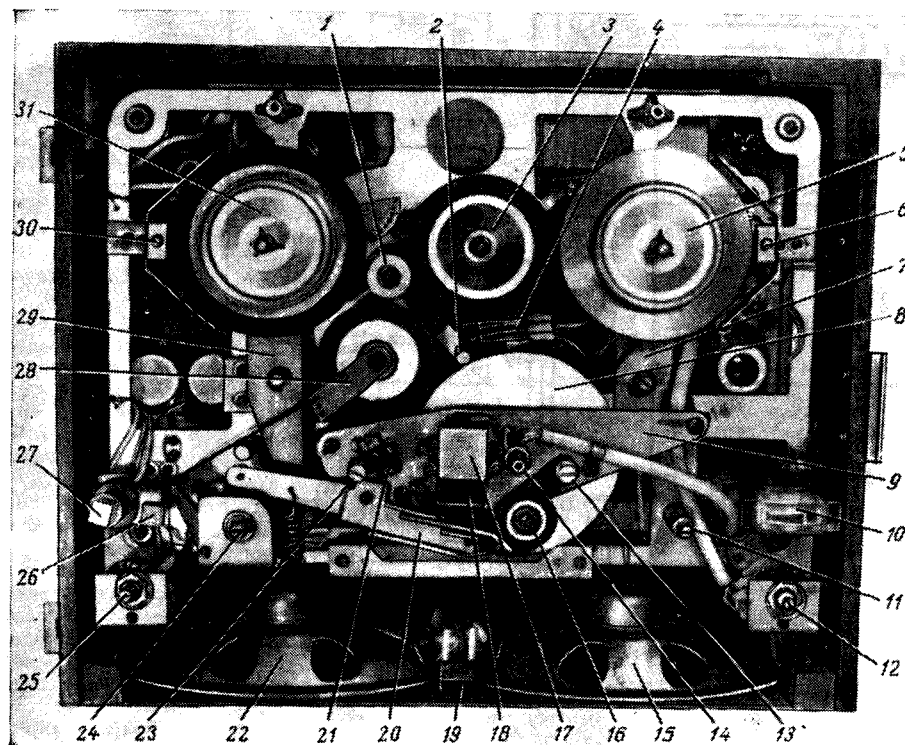

Рис. 85. Расположение узлов и деталей магнитофона.
**Лентопротяжный механизм** магнитофона «Яуза-6» (рис. 85) мало чем отличается от лентопротяжного механизма магнитофона «Яуза-5» выпуска 1962 г. В конструкцию внесены изменения, вызванные изменением скоростей движения ленты и улучшением качества работы магнитофона.